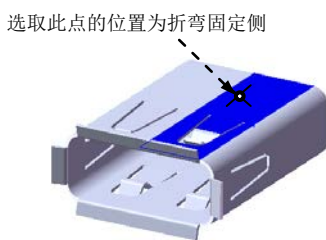

图 10.61 固定侧的位置
(3) 定义绘制的折弯参数。在图 10.61 所示的位置处单击, 确定折弯固定侧; 在 **折弯位置:** 选项项中选取“折弯在外”按钮 , 并在  文本框中输入角度值 5; 取消 ☐ **使用默认半径(R)** 复选框, 在  文本框中输入折弯半径值 10。
(4) 单击  按钮, 完成绘制折弯特征 9 的创建。